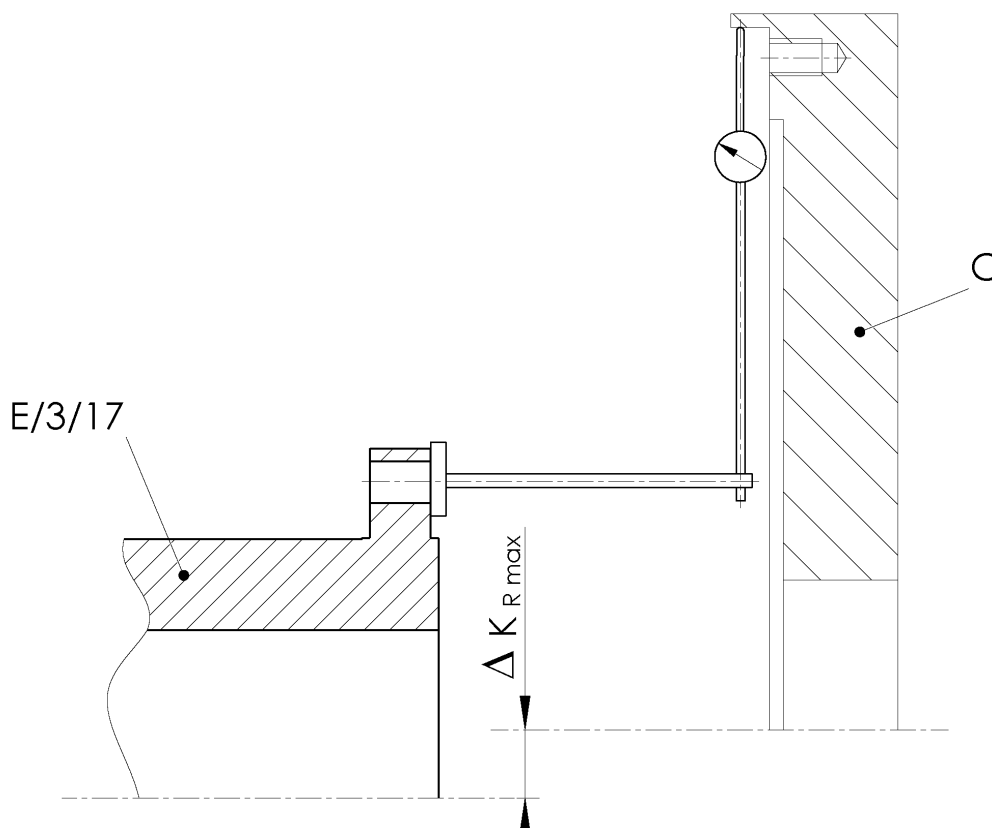

Abbildung 5-2 Radialer Ausrichtversatz
- Radialen Ausrichtversatz ermitteln (siehe Abbildung 5-2).
- Flansch/Nabe/Adapter (E/3/17) mit Messuhr und Schwungrad (C) langsam um 360° drehen.